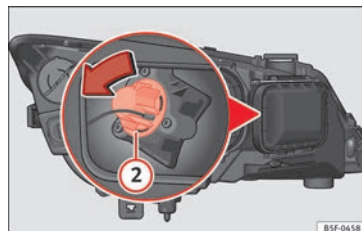

Bild 107 Glödlampa till blinkers.
- Vrid lamphållaren » **bild 107** ② till vänster och dra.